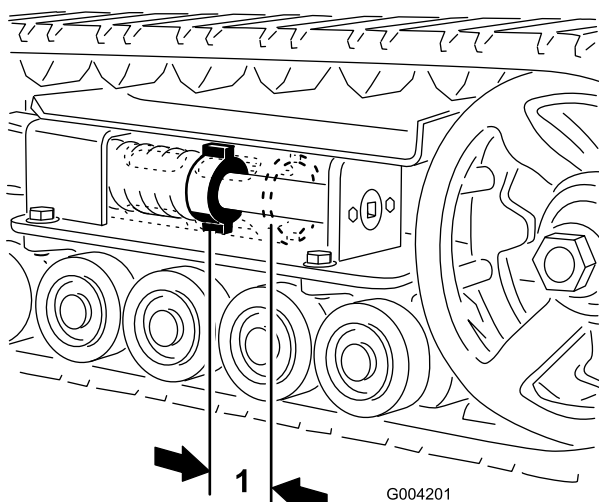

Figure 46
L'écrou de tension et l'arrière du tube de tension doivent être distants de 7 cm (2-3/4 po) (Figure 46). Si ce n'est pas le cas, réglez la tension des chenilles comme suit :
- À l'aide d'une clé à douille de 13 mm (1/2 po), tournez la vis de tension dans le sens antihoraire jusqu'à obtention d'un espacement de 7 cm (2-3/4 po) entre l'écrou de tension et l'arrière du tube de tension (Figure 46).
11. Tournez la vis de tension dans le sens antihoraire, de manière à obtenir un écartement de 7 cm (2-3/4 po) entre l'écrou de tension et l'arrière du tube de tension (Figure 46).